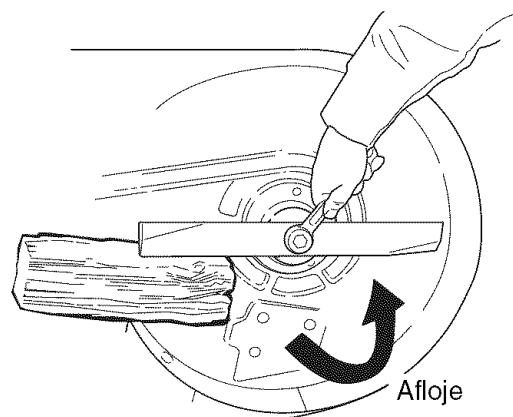

Figura 20. Remoción del Aspa
2. Vea la Figura 20. Quite el asa para inspeccionarla o para ganar acceso seguro al lado inferior de la cubierta de la podadora. Use un bloque de madera para evitar que gire el asa mientras afloja el tornillo de cabeza hexagonal girándolo a la izquierda.